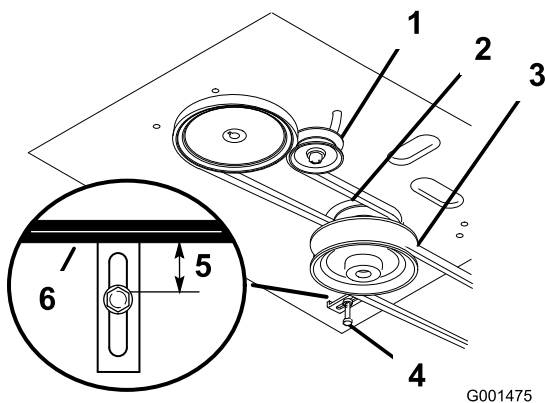

Figure 40
4. Enlevez la courroie du tablier de coupe (Figure 40).
fente et déposez la courroie de transmission du moteur et des poulies d'entraînement (Figure 40).
6. Installez la courroie d'entraînement neuve sur les poulies de moteur et d'entraînement (Figure 40).
7. Insérez la poulie de tension dans le bâti du moteur pour tendre la courroie de transmission (Figure 40).
8. Installez la courroie du tablier de coupe (Figure 40).
9. Vérifiez le bon réglage du guide-courroie sous le bâti du moteur (Figure 40).
13. Vérifiez le bon réglage du guide-courroie sous le bâti du moteur (Figure 40).